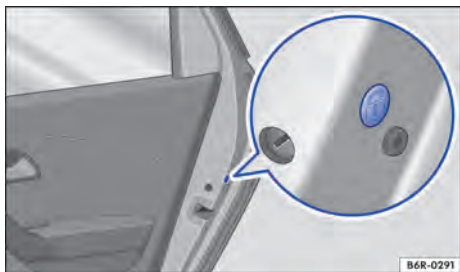

Fig. 53 Na porta traseira: travamento de emergência, coberto por uma vedação de borracha.
- Remover a vedação de borracha na lateral da porta. A vedação está identificada por um cadeado Ⓜ️ → Fig. 53.